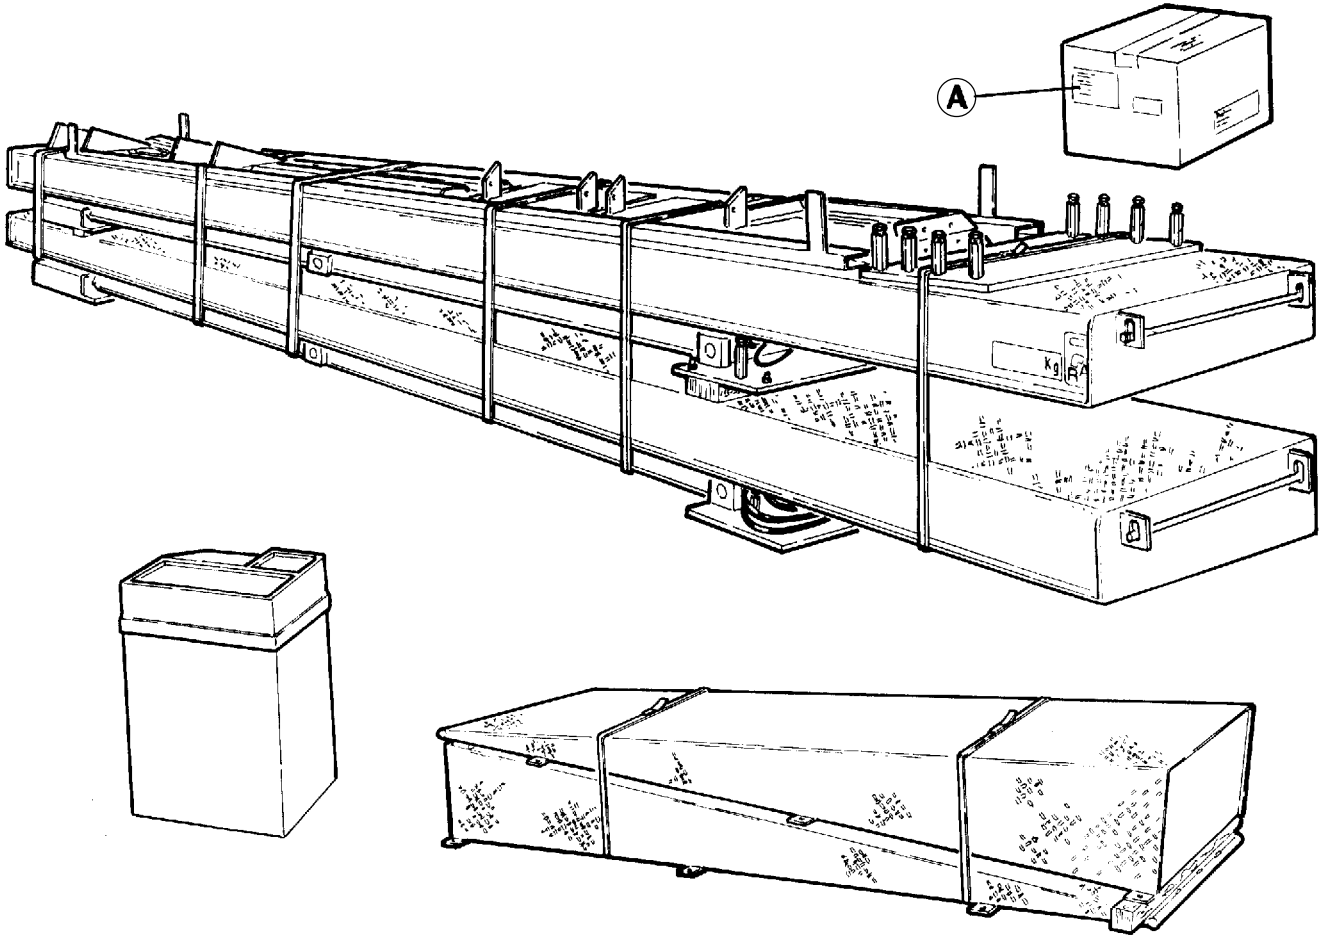
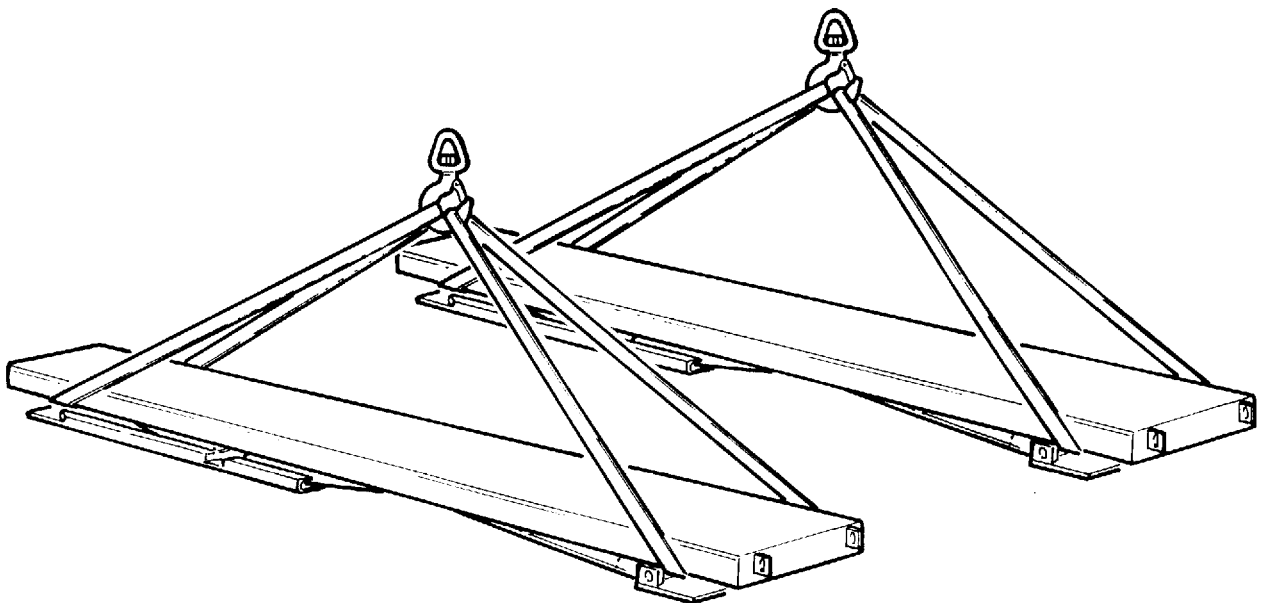

Fig.4
Fig.5
- Il sollevatore viene spedito solitamente come illustrato in fig. 4.
- La confezione (A) contiene gli accessori e le minuterie per il completamento dell'assemblaggio.
- Le operazioni di sollevamento devono essere eseguite come da fig. 5.
- sollevare con cautela, adoperando adeguati mezzi di sostegno del carico, in perfetta efficienza, utilizzando gli appositi punti di aggancio come indicato in fig. 5;
- The lift is usually sent as illustrated in fig. 4.
- Package (A) contains the accessories and the small parts for assembly completion.
- Lifting must be carried out as shown in fig. 5.
- lift with care, using suitable means of support for the load, in perfect working order, using the specific hooking points as shown in fig. 5;
- Normalerweise wird die Hebebühne gemäss Abb. 4 geliefert.
- Die Verpackung (A) enthält Zubehörteile und Kleinteile zur Komplettierung des Zusammenbaus.
- Beim Anheben gemäss Abb. 5 vorgehen.
- Vorsichtig anheben, die Last ordnungsgemäss mit geeigneten Hilfsmitteln stützen. Dabei die in Abb. 5 angegebenen Einhakungspunkte berücksichtigen;
- Généralement, le pont élévateur est livré comme illustré à la fig. 4.
- L'emballage (A) contient les accessoires et la minuterie pour compléter l'assemblage.
- Les opérations de levage doivent être réalisées comme indiqué à la fig. 5.
- soulever avec attention: se servir de moyens indiqués pour le soutien de la charge parfaitement efficaces et se servir des points d'attelage comme indiqué à la fig. 5;
- El elevador se envía normalmente como indica la fig. 4.
- El paquete (A) contiene los accesorios necesarios para completar el ensamblaje.
- Las maniobras de elevación tienen que realizarse como indica la fig. 5.
- Elevar con cuidado, utilizando medios de soporte de la carga adecuados, en perfecto estado, y los correspondientes puntos de enganche como indica la fig. 5;